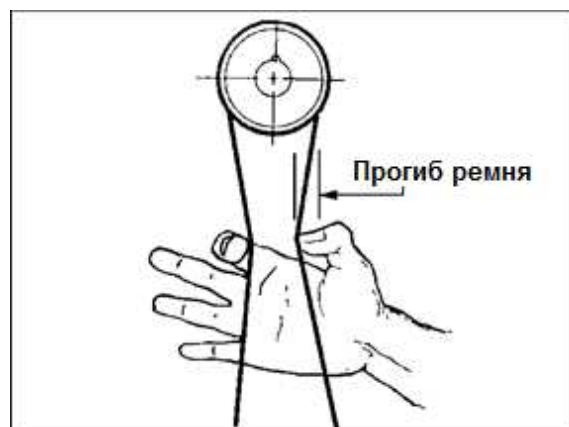

Рис. 6
3. Надлежащее натяжение ремня достигается тогда, когда при умеренном надавливании на ремень пальцами посередине между шкивами появляется небольшой прогиб (Рис. 6).